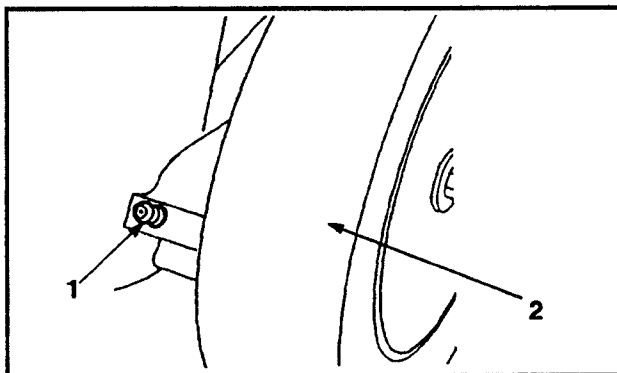

Figure 27
2. Places les leviers de hauteur de coupe des roues arrière en position "2". Essuyer les graisseurs avec un chiffon propre (fig. 27). Placer l'embout de la pompe à